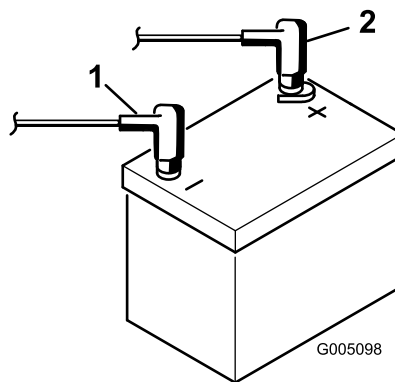

图6
9. 使用螺栓和螺母将正极（红色）接线连接到正极（+） 电池端子，负极（黑色）接线连接到负极（-） 电池端子（图6）。将橡皮套滑动到正极电池端子上，防止可能发生的短路情况。